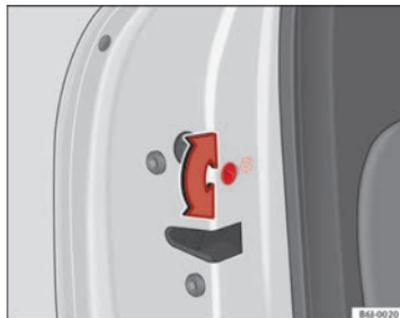

Abb. 44 Kindersicherung in der linken Tür
- Drehen Sie bei geöffneter Tür den Schlitz mit dem Fahrzeugschlüssel bei der linken Tür gegen den Uhrzeigersinn ⇒ Abb. 44 und bei der rechten Tür im Uhrzeigersinn. ▶
- Drehen Sie bei geöffneter Tür den Schlitz mit dem Fahrzeugschlüssel bei der rechten Tür gegen den Uhrzeigersinn und bei der linken Tür im Uhrzeigersinn ⇒ **Abb. 44**.